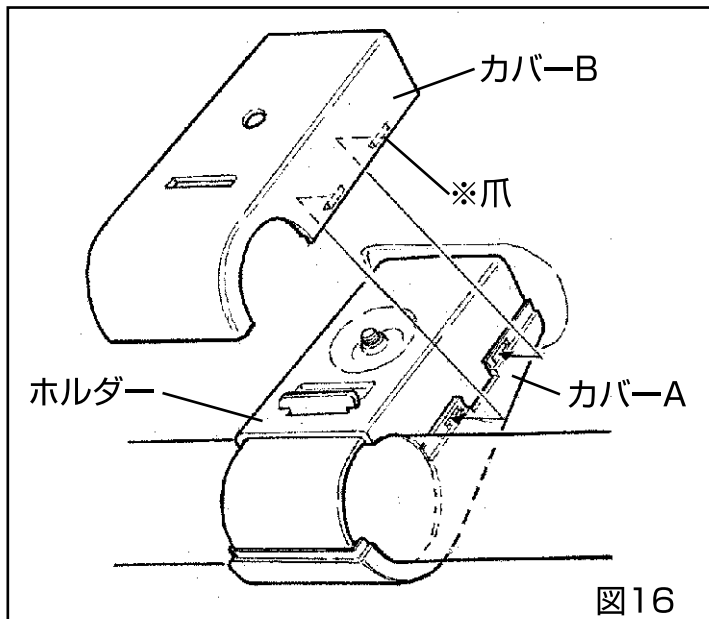

図16
7) 図16のように、各ホルダーにカバーA、カバーBを付ける。
●先にカバーAを付け、カバーBの爪がかかるように付けてください(図16)。